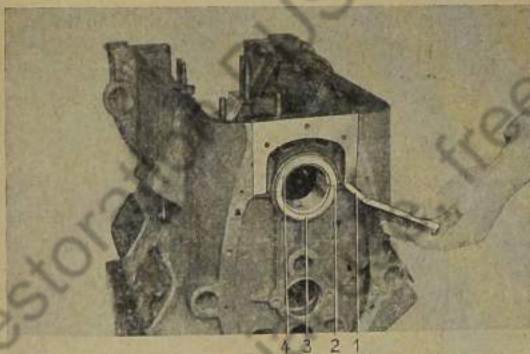

Bild 114: Luft zwischen Lagerdeckel und Zylinder-Kurbelgehäuse prüfen
5. Lagerdeckel ebenfalls nachsetzen und auf Tuschierplatte abrichten. Die Flächen müssen gleichmäßig tragen. Lagerdeckel aufsetzen und Schrauben bzw. Muttern leicht anziehen. Die Lagerschalen müssen aufeinanderstehen. Zwischen Lagerdeckel und Zylinder-Kurbelgehäuse muß noch 0,1 mm Luft vorhanden sein (Bild 114).